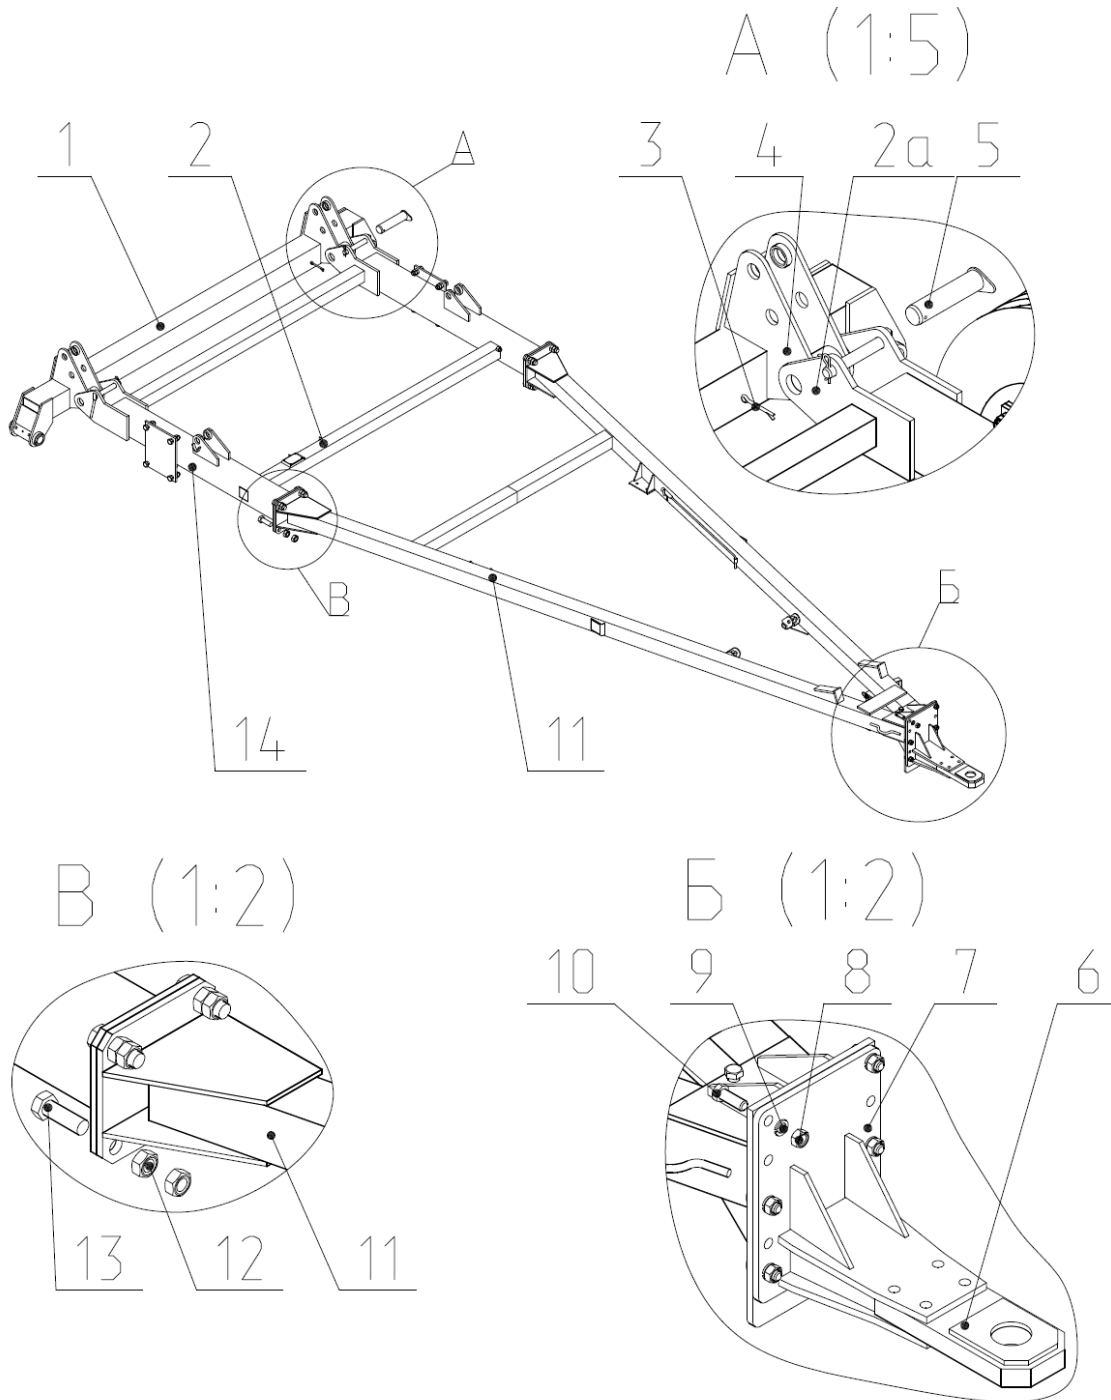

Рис.2 Сница.
2.1.1 Сница бороны (рис.2) состоит из дышла 11, рамы 2 представляющие собой сварные рамные конструкции и соединенные между собой болтами М24. В передней части дышла закреплена прицепная серьга 6 для присоединения бороны к трактору. На раме приварены щеки 2а и кронштейн 4. Щеки 2а служат для шарнирного соединения сницы с центральной балкой, кронштейн 4 для установки гидроцилиндров.